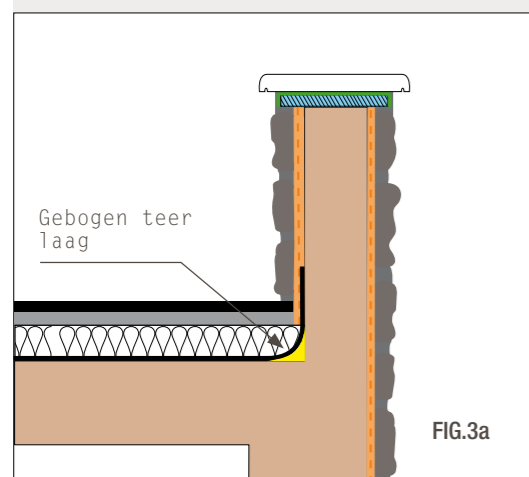

FIG.3a
- Het ingeteerde deel moet deels doorlopen op de muur wanneer op deze binnenkant geplaatst wordt (Fig.3a).